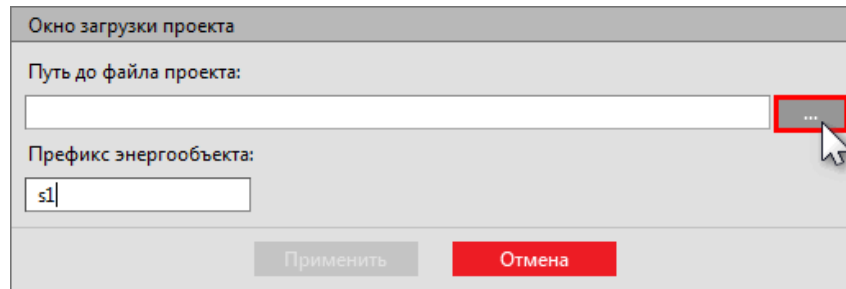

Рисунок 133 - Окно загрузки проекта
2. Нажмите «...» и выберите файл проекта в формате *.ppf (Рисунок 133). Префикс энергообъекта оставьте по умолчанию.